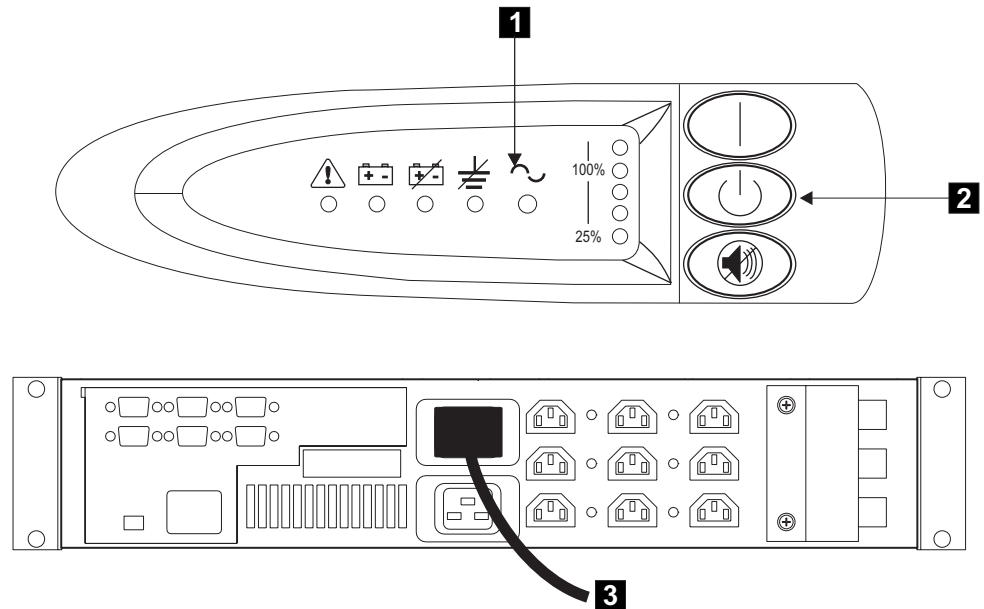

図 264. 2145 UPS の前面および背面図
2. オフ・スイッチ **2** を押し続けます。長いビープ音が約 5 秒間鳴ります。ビープ音が停止したら、スイッチを放します。301 ページの図 264 に表示されたモード標識 **1** が明滅し、2145 UPS が待機モードに入ります。